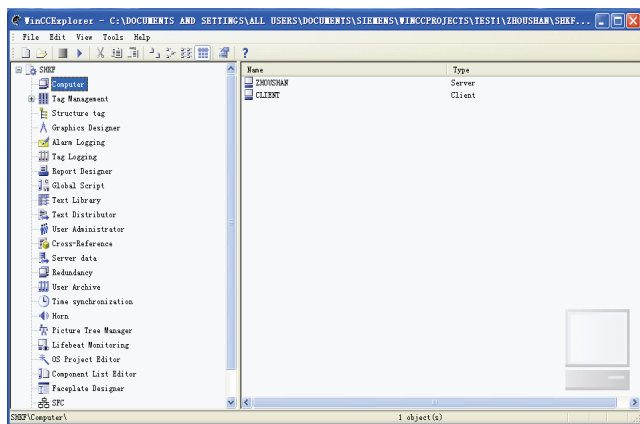

图 4-33 新建项目“SHKF”的计算机列表
- 2) 添加需要远程连接的客户机后，只要单击该项目管理器下“Computer”，在项目管理器的右侧会自动列出所创建的项目的服务器、客户机的计算机名称及类型，如图 4-33 所示。